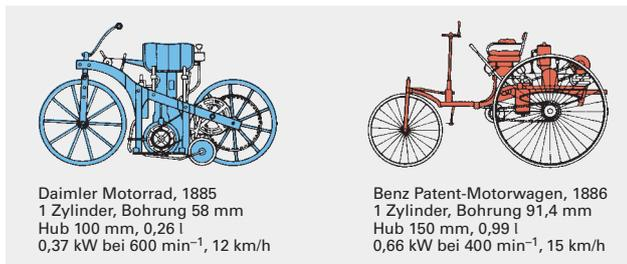

Bild 1: Daimler Motorrad und Benz Motorwagen
- 1885 Erstes **motorgetriebenes Zweirad** von **Daimler**. Erster **Dreiradkraftwagen** von **Benz** (1886 patentiert (Bild 1)).